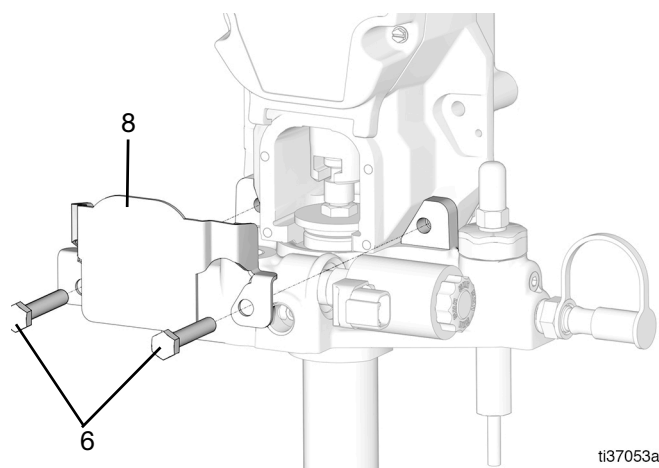

FIG. 32
10. Retirez les deux boulons (6) et les deux écrous (non montrés) du couvercle de protection (8) (FIG. 32).